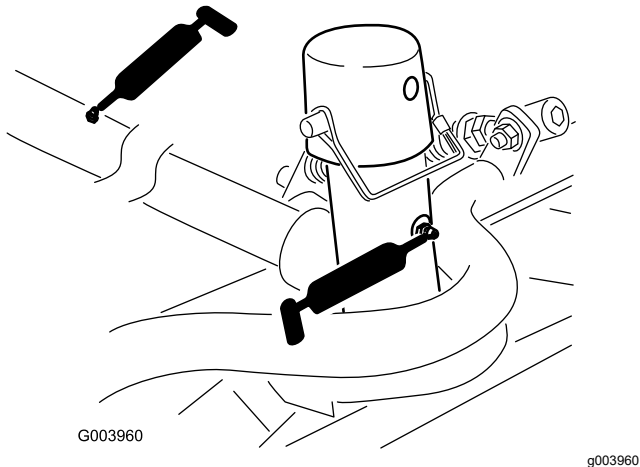

Figura 70
- Articulação e estrutura de transporte da unidade de corte (Figura 70)